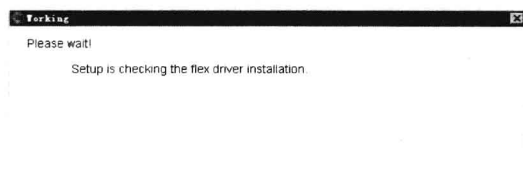

图 1-10 “Working”对话框
② 单击 **OK** 按钮，稍后会弹出“Working”对话框，如图 1-10 所示。